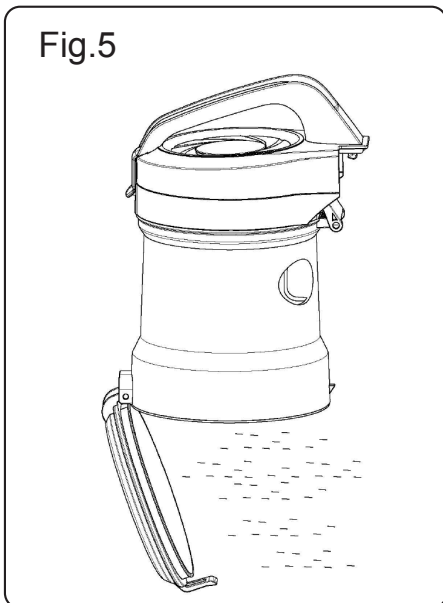

Fig.6
- Abrir la tapa superior (R) que contiene el filtro y extrae el filtro (Q1). (Fig 6)